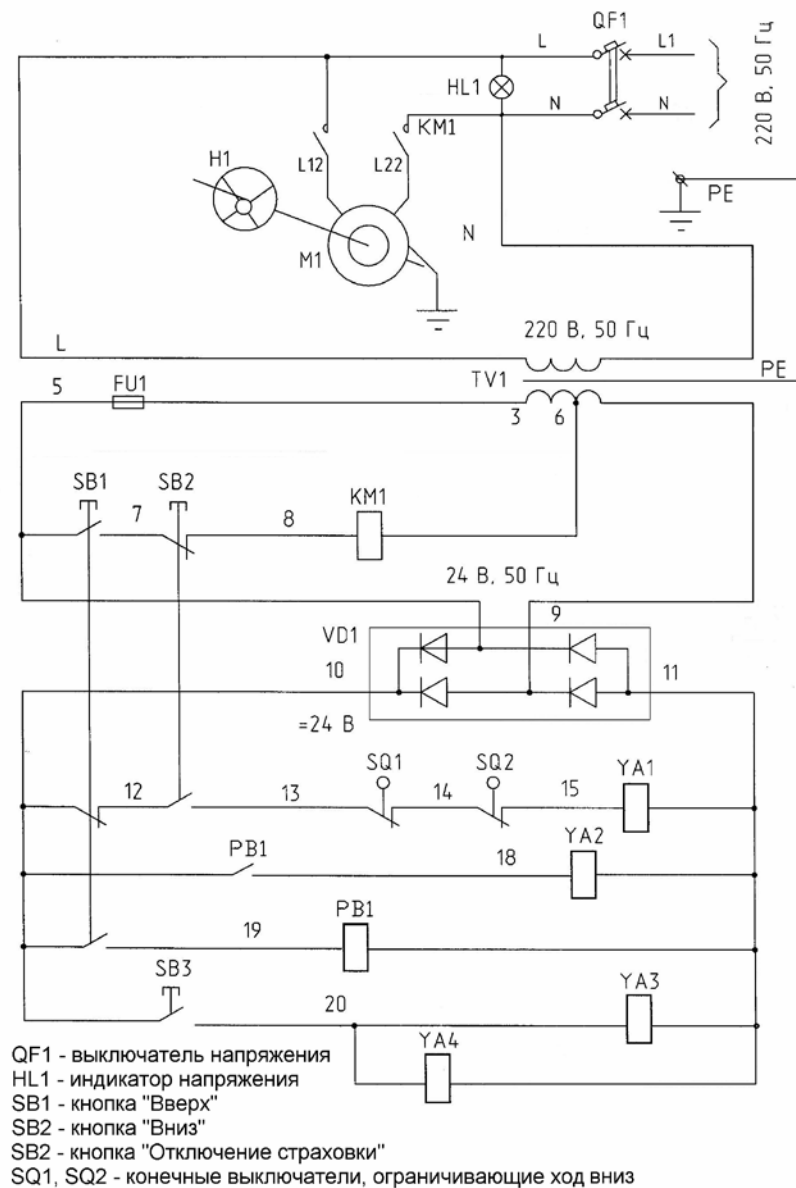
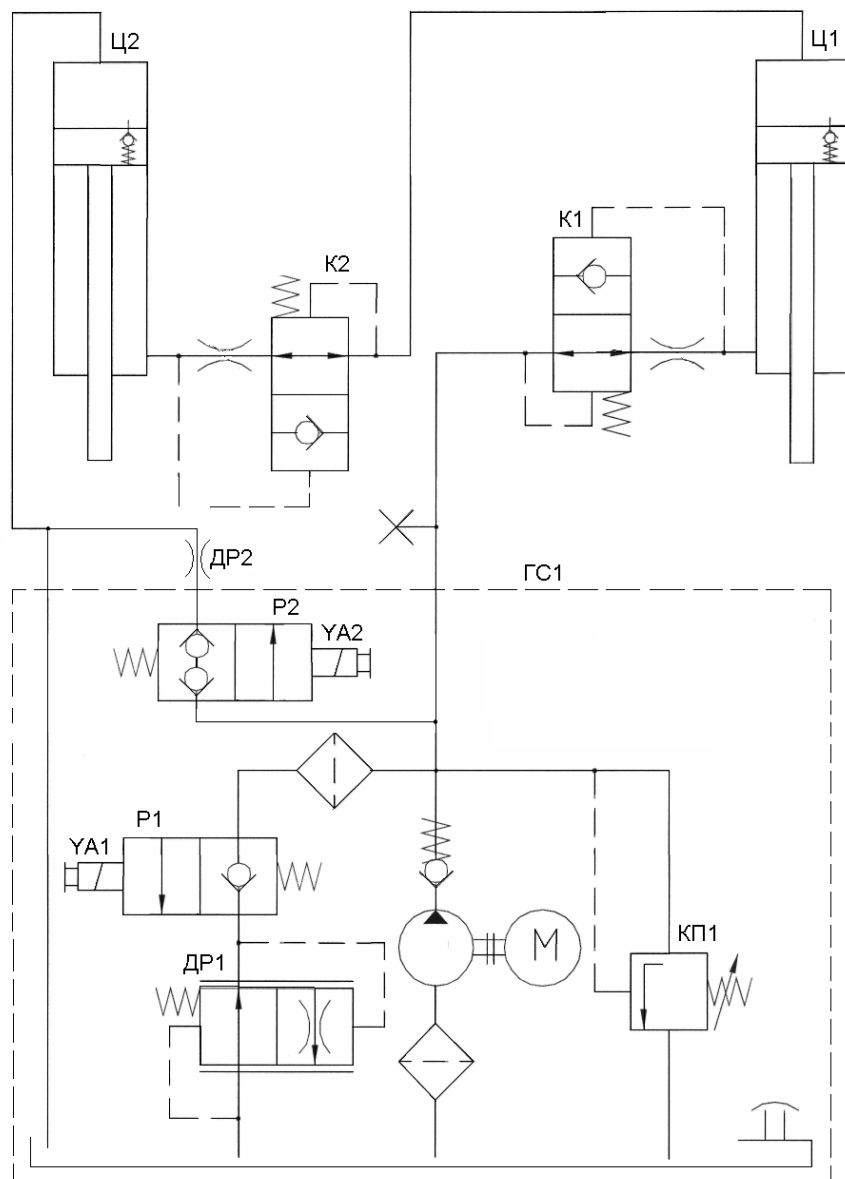

Рис. 3. Схема электрическая принципиальная подъемника ПЛГ-3 220В, ПЛГ-3 -01 220В
Рис. 5. Схема гидравлическая принципиальная
4.8. Электрические схемы приведены на Рис. 3 и 4. Схема гидравлическая приведена на Рис. 5. Перечни элементов схем см. таблицы №1 и №2.